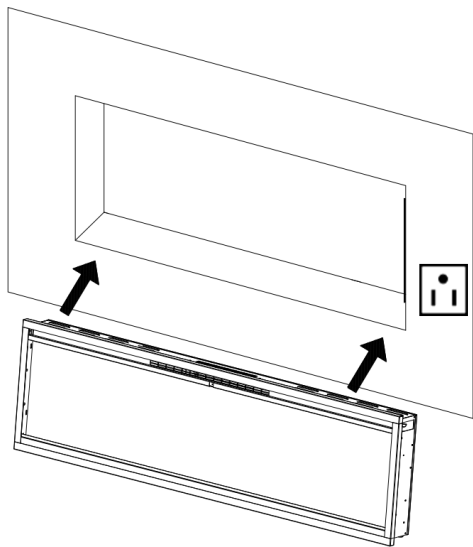

Fig. 2-1
2. sollevare il caminetto da due adulti, inserirlo nel telaio a guscio e fissarlo con due viti da legno (B) attraverso i fori (Fig. 2-1 e 2-2).